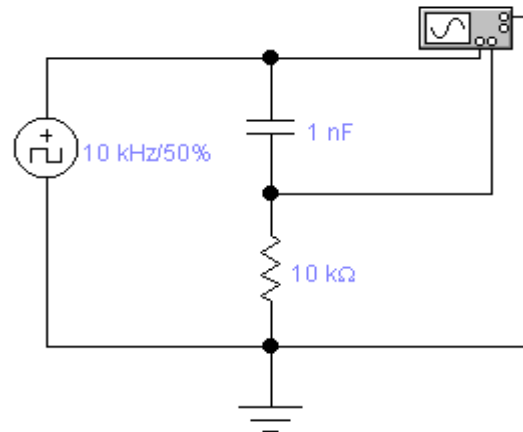

Figura 2. Circuito de medición para la corriente en el capacitor
5. Intercambie la posición de los componentes R y C, como se muestra en la Figura 2. Mida V_T y V_R .
6. Explique por qué la tensión pico-pico en la resistencia es el doble de la tensión pico-pico del generador para el circuito de la figura 2.